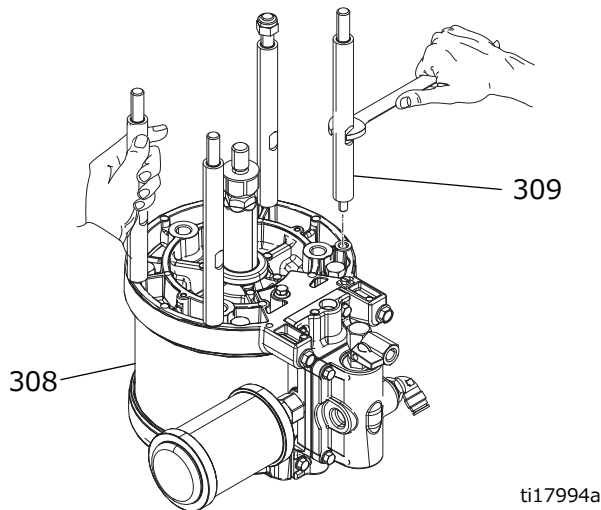

図 3
2. タイロッド (309) をエアモーター (308) の下に取り付けます。図 3 を参照してください。